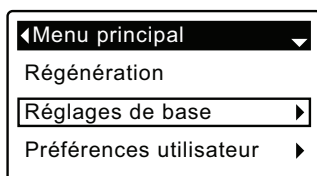

FIG. 39
1. À partir d'un écran d'état dynamique, appuyez sur le SÉLECTEUR (O) pour afficher le **Menu principal**.
2. Appuyez sur le bouton BAS (▼) pour faire défiler les options du menu et mettre en évidence **Réglages de base** (cf. Figure 39).